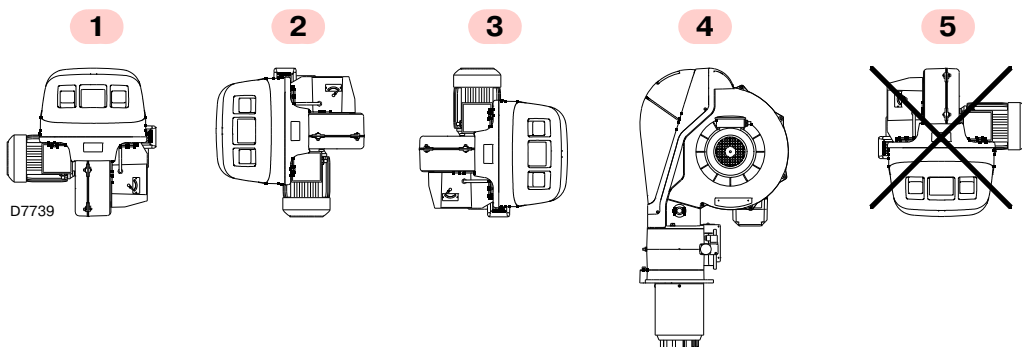

Рис. 12
- Горелка предназначена исключительно для функционирования в положениях **1, 2, 3 и 4** (Рис. 12).